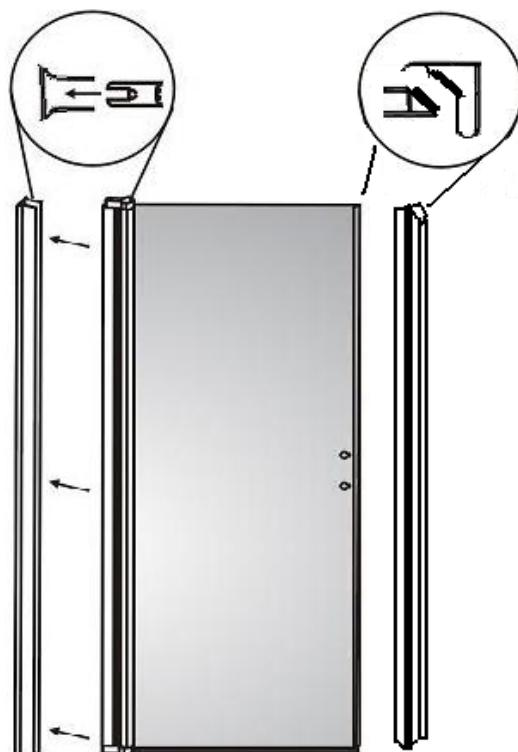

Рис.4
4. Вставьте вертикальный профиль с петлей /2/ в установленный слева пристенный профиль /1/ (рис.4).